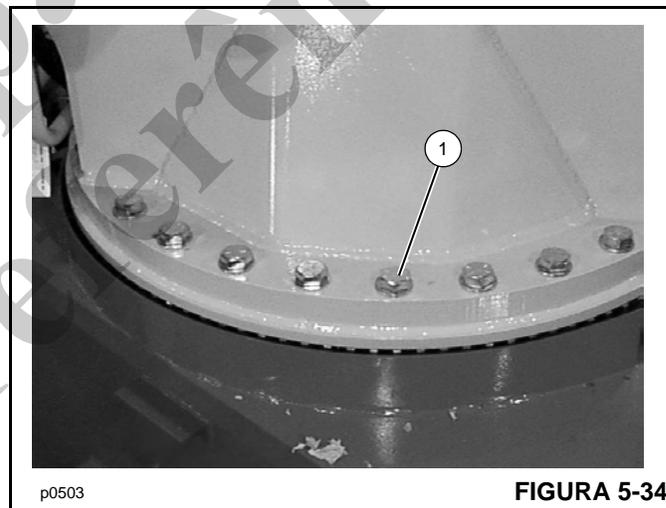

FIGURA 5-34
Aperte os vinte e seis (26) parafusos de montagem de 7/8 pol. do mastro (1, Figura 5-34) com um torque de 619 Nm (455 lb-pé). Aperte cada parafuso em sequência cruzada.